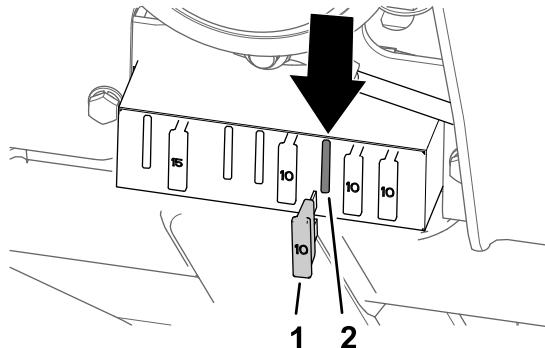

图17
2. 从右起第 3 个位置上保险丝盒内的插槽取出 10A 保险丝 图17。
3. 将 10A 保险丝插入右起第 3 个位置上保险丝盒内的插槽中 图17。